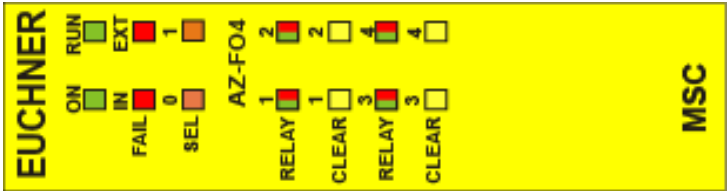

Bild 25:
8.3.10. Modul AZ-F04 (Bild 25)